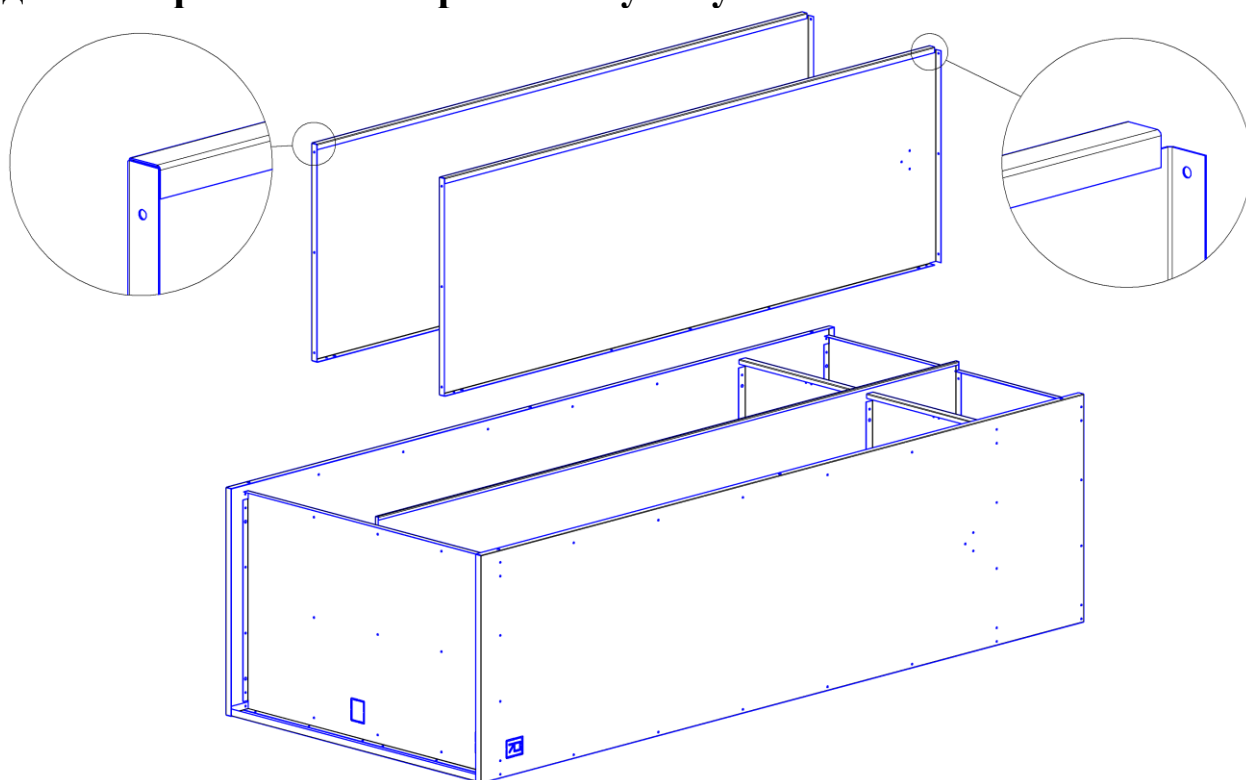

Рис. 5
3.4. Установить перегородки средние, развернув двойной гиб в сторону лицевой части шкафа (рис. 5).